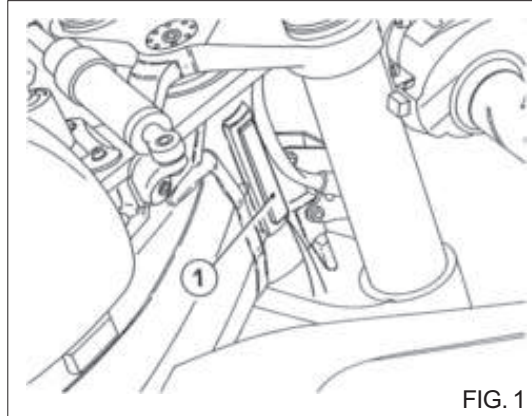

FIG. 1
- numero di matricola del motociclo riportato sulla destra del canotto di sterzo (Fig. 1);
- *serial number of the motorcycle stamped on the steering tube right side (Fig. 1);*
- numéro matricule gravé à droite du guidon (Fig. 1);
- Rahmen-Nummer auf der rechten Seite des Steuerrohrs (Bild. 1);
- número de matrícula de la moto que se encuentra a el derecho del tubo de dirección (Fig. 1);
- FIG. 1